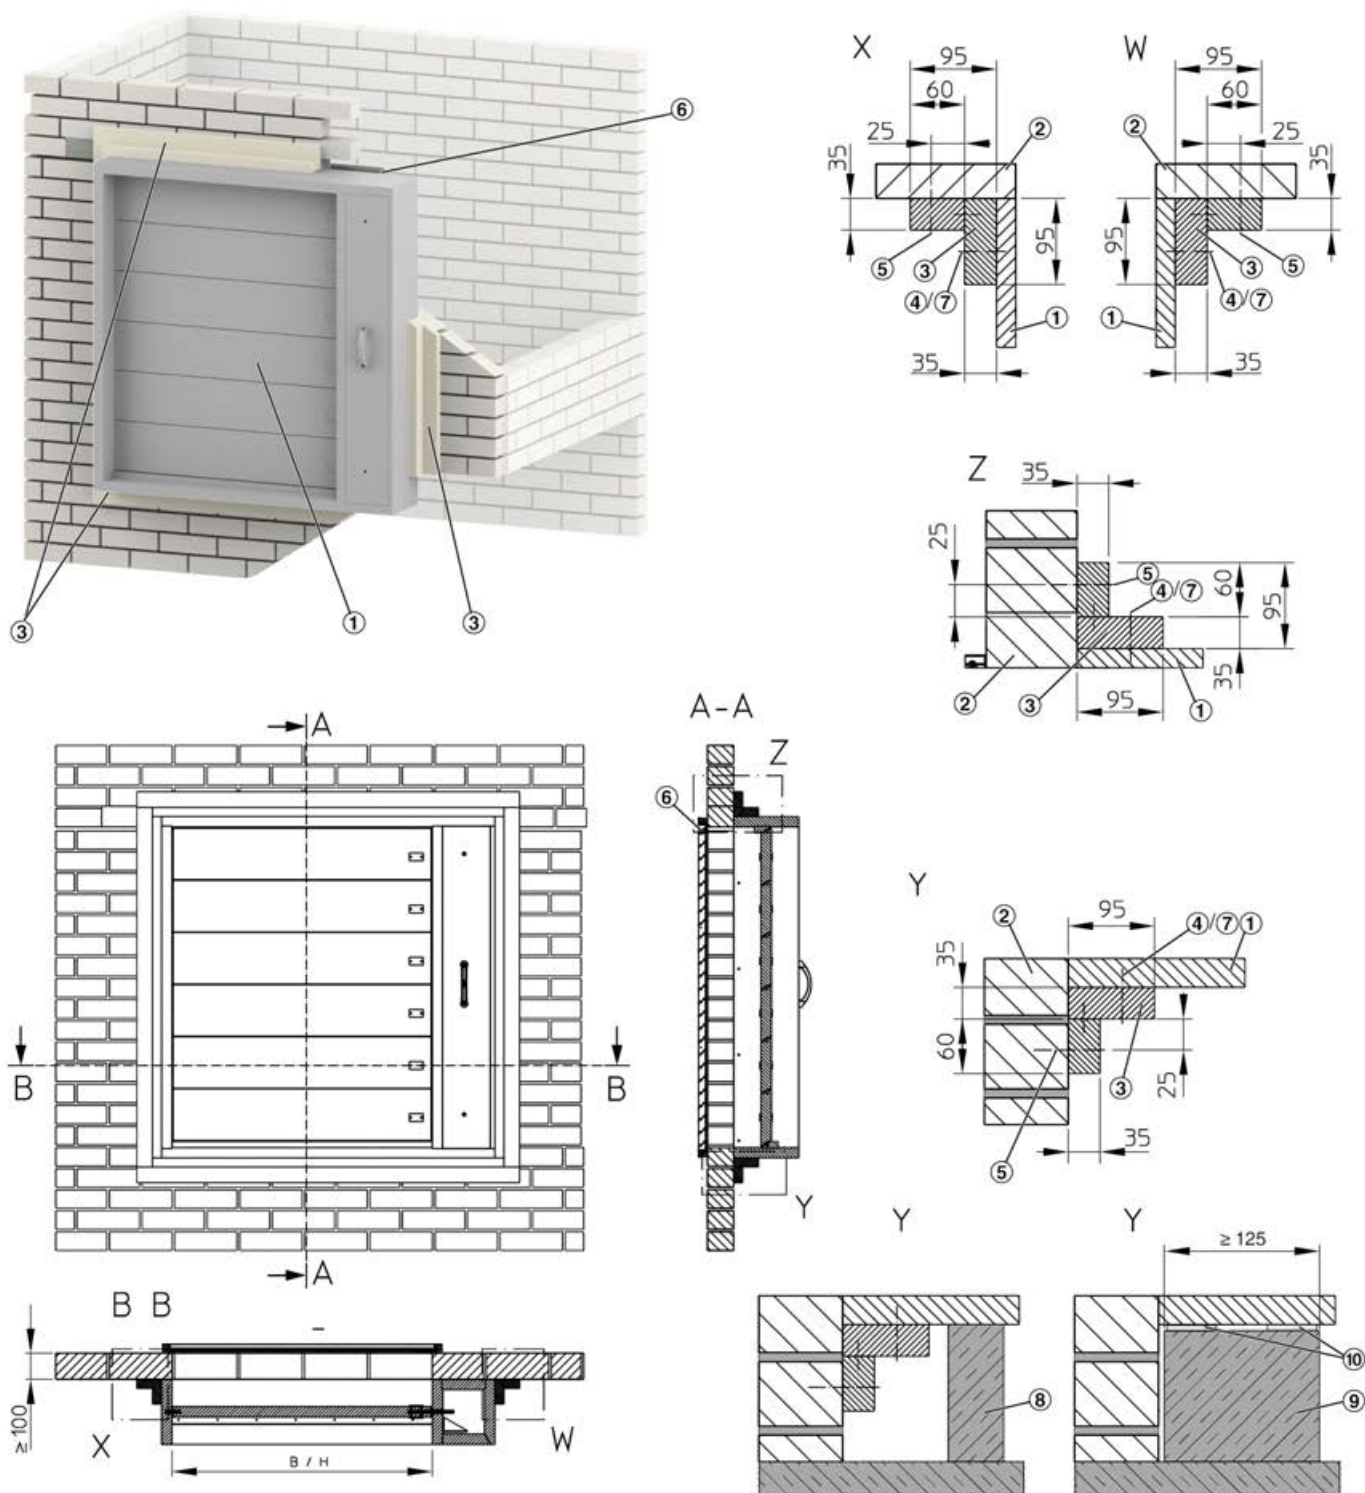

Fig. 23: Instalación en seco en pared exterior o patinillo
2. ▶ Emplee dos tiras de paneles ignífugos para construir el tramo en esquina ( Fig. 23 /3), seguidamente fije el tramo en esquina por debajo de la compuerta.
- ▶ Adherir la junta de sellado especial ( Fig. 23 /10) y la junta intumescente ( Fig. 23 /9) al exterior de la carcasa, teniendo en cuenta la posición de instalación de la compuerta.
- ▶ Emplee dos tiras de paneles ignífugos para construir el tramo en esquina ( Fig. 23 /3), seguidamente fije el tramo en esquina por debajo de la compuerta.